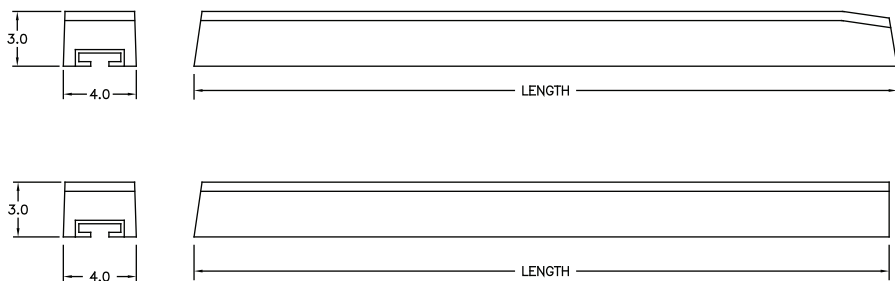

FIGURA 11
3. Algunos rieles deslizantes presentan una superficie angulada en uno de los bordes; ver Figura 11. This angled surface is normally has the belt coming onto this surface. Sin embargo, y dado que el sistema de impacto posee rodillos de elevación, esto no es necesario ya que estos rodillos levantarán la correa para depositarla sobre los rieles deslizantes para ayudar a minimizar el desgaste del borde delantero. Por lo tanto, la superficie angulada se puede utilizar en el borde delantero o posterior, asumiendo que los rodillos elevadores presentan un buen estado de mantenimiento.